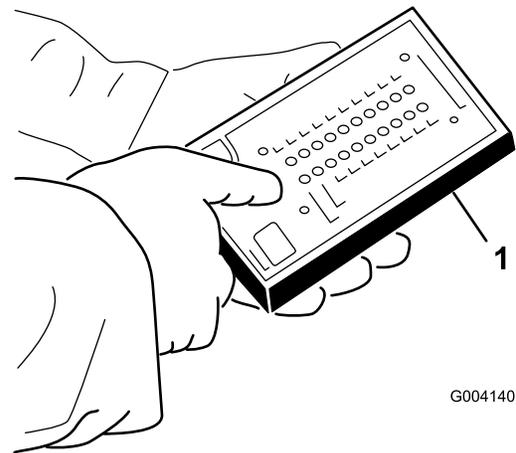

Figure 48
5. Branchez le connecteur de l'outil Diagnostic ACE au connecteur du faisceau de câblage (Figure 48).